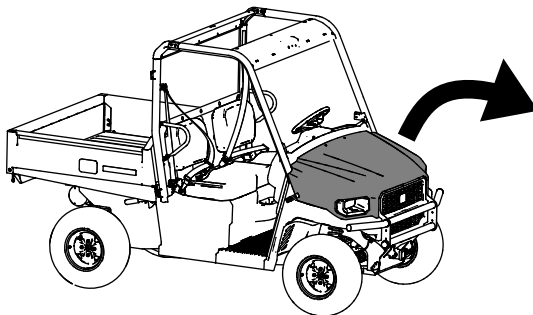

Figure 78
2. Fixez le capot en alignant les loquets en caoutchouc sur les ancrages de verrouillage de chaque côté du capot (Figure 78).